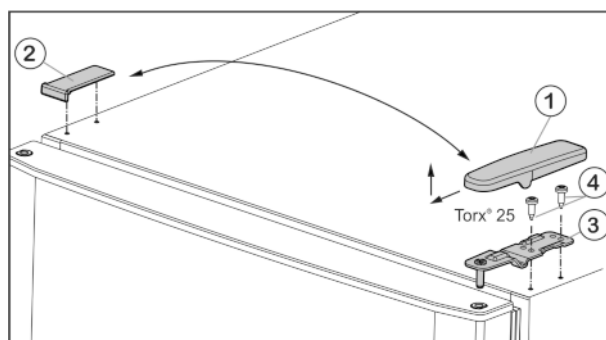

Fig. 4
- Enlever le cache Fig. 4 (1) vers l'avant et vers le haut.
- Retirer le cache Fig. 4 (2).
- Dévisser le support d'appui supérieur Fig. 4 (3) (2 Torx® 25) Fig. 4 (4) et retirer vers le haut.
- Placer le support d'appui supérieur Fig. 4 (3) sur le nouveau côté charnière de porte.
- Revisser le support de palier (**en appliquant un couple de 4 Nm**) (2 Torx® 25) Fig. 4 (4). Utiliser au besoin une visseuse sans fil.
- Remettre en place l'habillage Fig. 4 (1) du côté opposé depuis l'extérieur et l'enclencher.
- Remettre en place l'habillage Fig. 4 (2) du côté opposé depuis le dessus et l'enclencher.